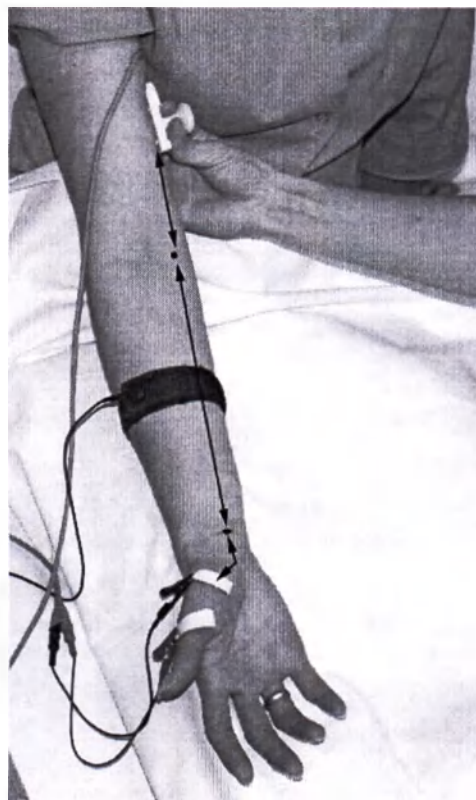

Рис. 13. Измерение расстояния
15. Проведите измерение расстояния последовательно от дистальной точки стимуляции до активного электрода, между точками стимуляции. Точность измерения расстояния — ± 5 мм (рис. 13).